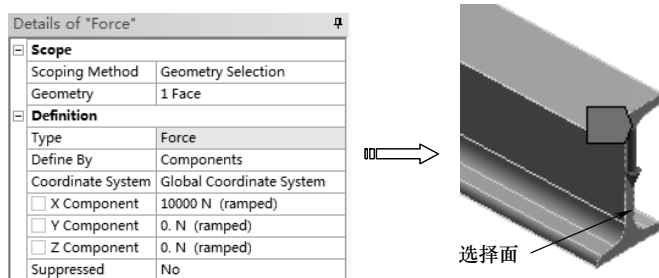

图 9-45 修改力
3) 修改集中力载荷为 10000N, 如图 9-45 所示。通常, 非线性屈曲分析中外力大于特征值的 20%。